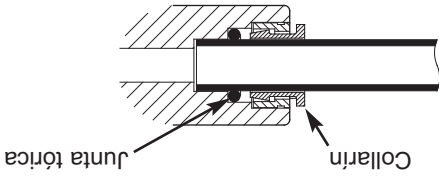
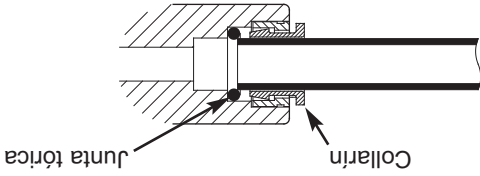

FIG. 21 Tubo totalmente acoplado a la unión
FIG. 20 Tubo parcialmente acoplado a la unión
6. Inserte toda la extensión en la unión. Veal las Figs. 20 y 21.
4. Inserte toda la extensión en la unión. Veal las Figs. 20 y 21.
5. Inserte toda la extensión en la unión. Veal las Figs. 20 y 21.
1. Haga pasar el tubo por el collarín, hasta que se acople al aro tórico. Vea la Fig. 20. Siga empujando el tubo hasta que sobresalga por la parte posterior de la unión. Vea la Fig. 21. No deje de empujar cuando el tubo encaje en el aro tórico. Si no se acatan estas instrucciones se pueden producir futuras fugas. Cuando un tubo de 1/4 pulg. está totalmente acoplado, una porción de 11/16 pulg. del tubo ha entrado en la unión. Cuando un tubo de 3/8 pulg. está totalmente acoplado, una porción de 3/4 pulg. del tubo ha entrado en la unión. Marque el tubo con un trozo de cinta o un rotulador. Vea las Figs. 20 y 21.